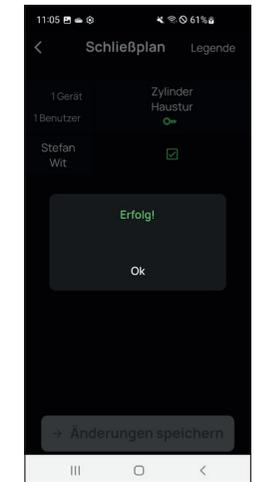

Abb. 6
- 7 Nach einem kurzen Moment erhalten Sie eine Rückmeldung, dass die Daten übertragen wurden. Bestätigen Sie mit „OK“ (Abb. 6).